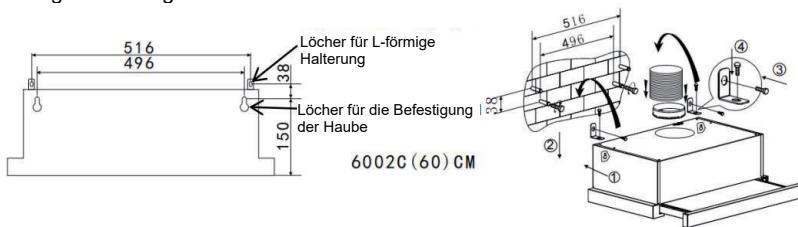

Abb. 3
Befestigen Sie die Dunstabzugshaube mit 2 Schrauben (4 mm x 30 mm) und Dübeln an der Wand auf der Rückseite der Dunstabzugshaube. Befestigen Sie dann die Dunstabzugshaube mit 2 Schrauben (4mm x 30mm) und Dübeln durch die kleine L-förmige Halterung an der Wand. Siehe Abb. 3.
4. Befestigen Sie das Einwegventil am Luftauslass der Dunstabzugshaube und verlegen Sie das Erweiterungsrohr zum Wandauslass. Fixieren Sie das Erweiterungsrohr mit einem Kabelbinder und führen Sie es nach draußen. Siehe Abbildung 3/4.